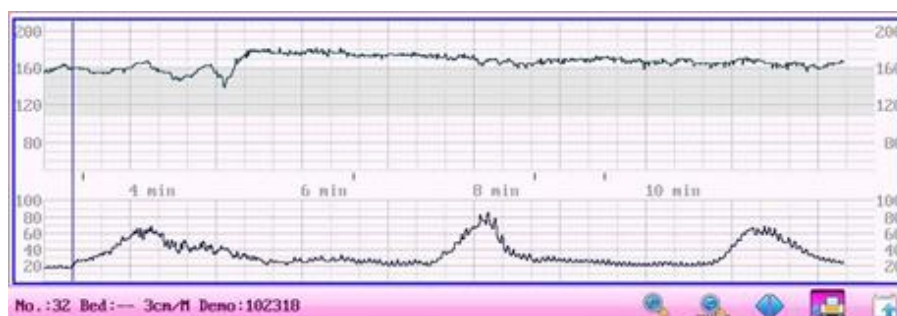
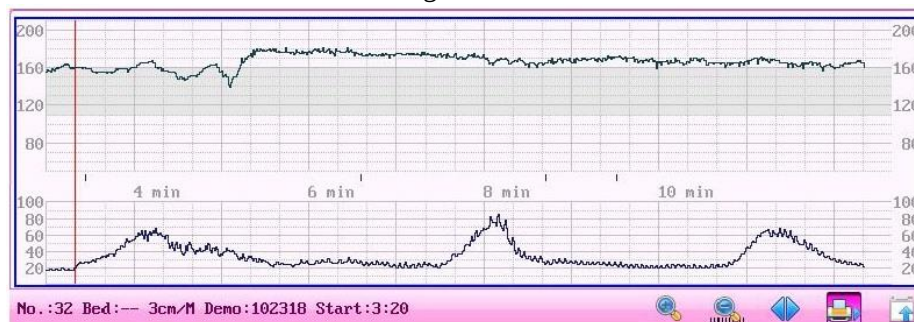
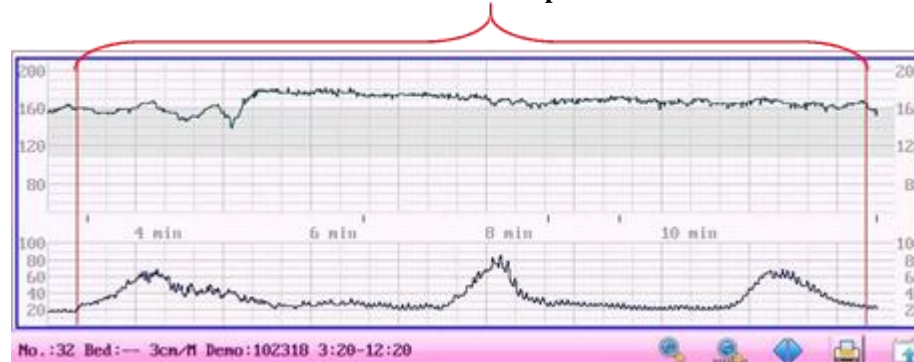

Fig. 5-4
Fig.5-5
Fig.5-6
Pressione o botão de controle, ele mostrará uma linha azul (consulte a Fig. 5-4). Gire o botão de controle e a linha azul será para trás ou para frente. Pressione o botão de controle para confirmar a hora de início da impressão. A linha azul ficará vermelha (consulte a Fig. 5-5).
- 5) Pressione o botão de controle, ele mostrará uma linha azul (consulte a Fig. 5-4). Gire o botão de controle e a linha azul será para trás ou para frente. Pressione o botão de controle para confirmar a hora de início da impressão. A linha azul ficará vermelha (consulte a Fig. 5-5) e o monitor selecionará automaticamente o ponto final para impressão (consulte a Fig. 5-6). A faixa entre as duas linhas vermelhas representa a faixa de impressão selecionada.